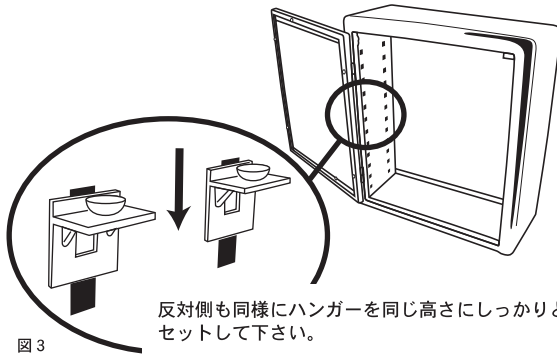

図 3
- 4 お好みの高さのハンガーホールに、クッションをセットしたハンガーを引っ掛けて下さい。(図 3)